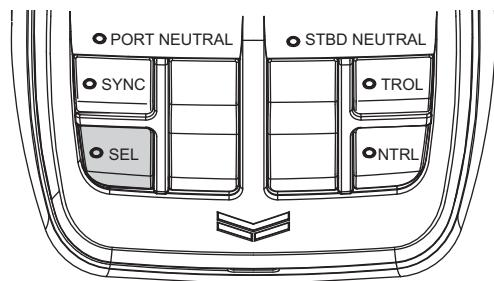

Figure 27
- La spia del quadro interruttori si accende e la spia SEL del controllo marcia (**Figure 26**) si accende o inizia a lampeggiare (**Figure 27**).